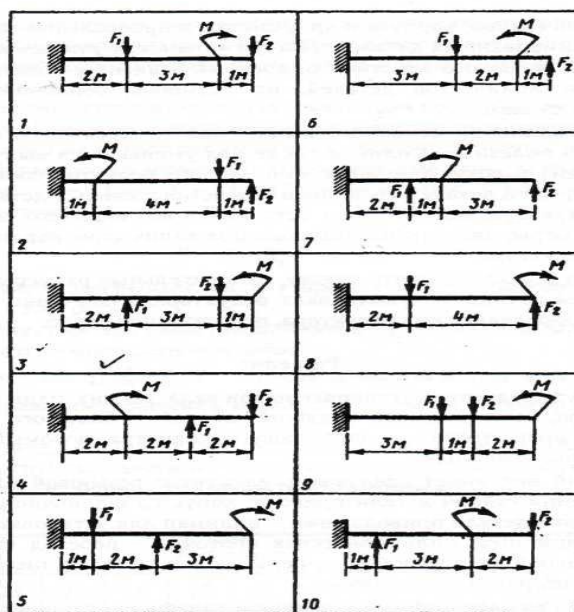

Рис.21
2. Для стальной балки, нагруженной (рис.21), построить эпюру изгибающих моментов и подобрать сечение балки в двух вариантах: двутавр и квадрат. Сравнить массы балок по двум расчетным вариантам. Для материала балки принять  $[\sigma] = 160 \text{ Н/мм}^2$ . Данные своего варианта взять из таблицы:
| № схемы на рис. 21 | Вариант | $F_1$ , кН | $F_2$ , кН | $M$ , кН·м | № схемы на рис. 21 | Вариант | $F_1$ , кН | $F_2$ , кН | $M$ , кН·м |